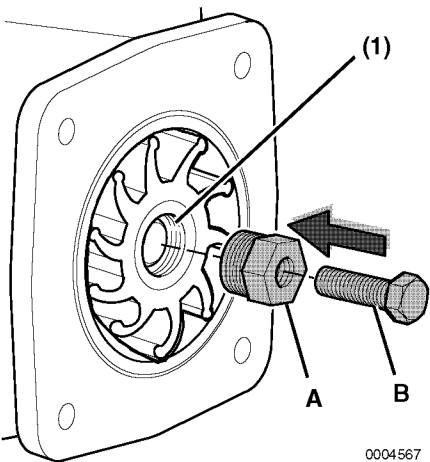
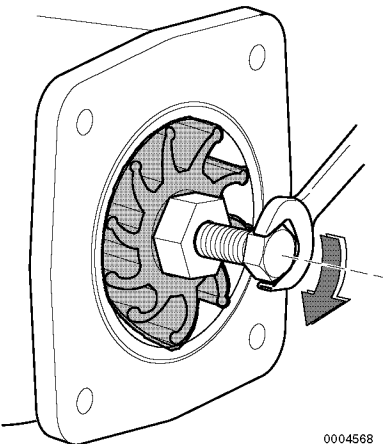

Abbildung 17
Abbildung 18
Hinweis: Beim Erneuern eines Pumpenrads muss das Gewinde des Rades die Größe M18 x 1,5 haben (Abbildung 17, (1)). M18-Schraubseite des Pumpenrads zur Deckelseite hin drehen und einbauen (Abbildung 18).